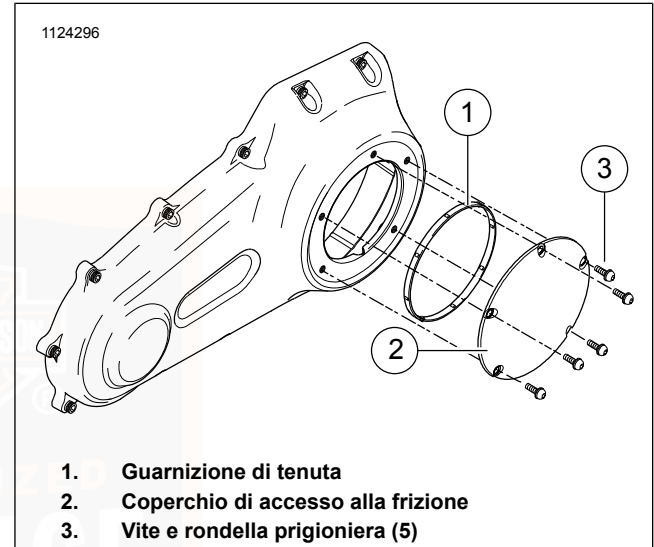
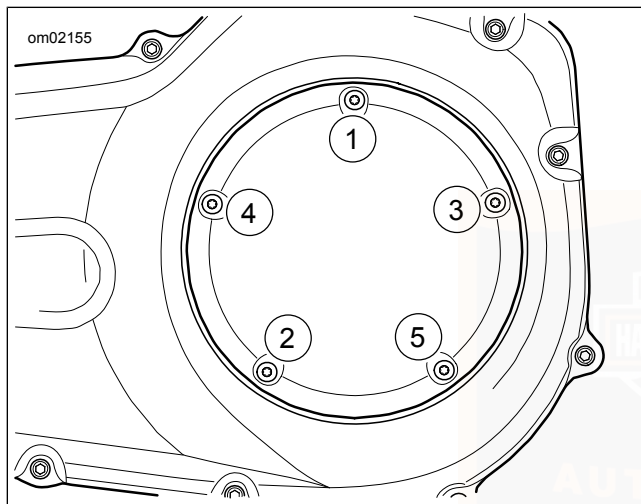

Figura 70. Coperchio della frizione (tipico)
Figura 71. Sequenza di serraggio del coperchio della frizione
6. Vedere Figura 70 . Rimuovere le viti (3) e il coperchio di accesso alla frizione (2).
7. Rimuovere la guarnizione di tenuta (1). Asciugare l'olio dalla scanalatura nel coperchio del carter della catena e dalla superficie di montaggio.
- b. Vedere Figura 70 . Collocare la **nuova** guarnizione di tenuta (1) nella scanalatura nel coperchio di accesso alla frizione (2). Premere le protuberanza sulla guarnizione di tenuta nella scanalatura.
- c. Fissare il coperchio (2) di accesso alla frizione con viti e rondelle prigioniera (3).
- d. Vedere Figura 71 . Serrare nella sequenza mostrata a una coppia di 9,5–12,2 N·m (84–108 **in-lbs**).